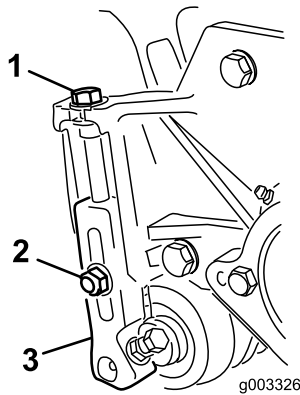

Figure 24
1. Desserrez les contre-écrous qui fixent les bras de hauteur de coupe aux plaques latérales du plateau de coupe (Figure 24).